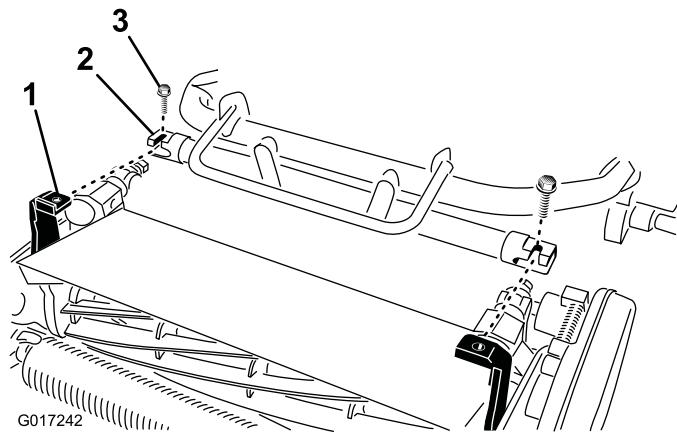

図 6
4. トラクションユニットのフレーム（図 6）を前方に引き出してカッティングユニットのピボットアームに接続する。
3/8 x 3/4 インチのボルト（2本）を使用する（図 6）。
6. 伸縮カップラを、カッティングユニットの六角シャフトに差し込んでください；カチッと音がしてロックされたのを確認してください。これにより、刈り込み中に六角シャフトが動くことがなくなります（図 6）。